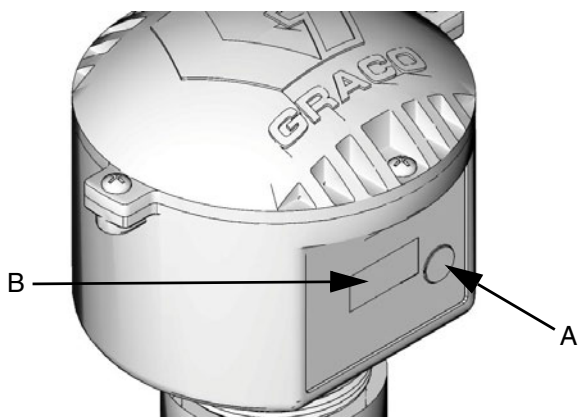

FIG. 8
Pulse y suelte el botón Mostrar (A). Los datos aparecen en la pantalla (B); cada pantalla dura unos segundos antes de cambiar a la siguiente. Vea FIG. 8.